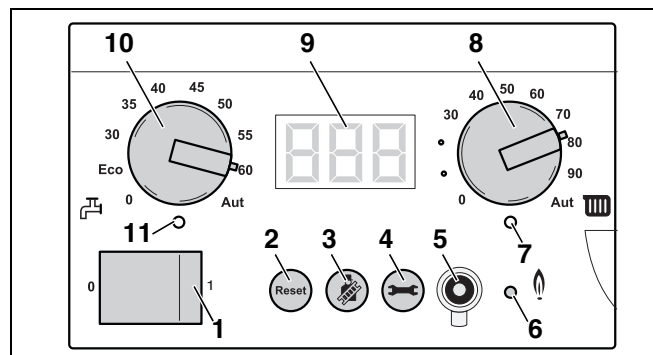

Рис. 59 Главный регулятор BC10
- Повернуть ручку установки максимальной температуры котловой воды (рис. 59, поз. 8) и ручку установки температуры горячей воды (рис. 59, поз. 10) влево в положение "0".